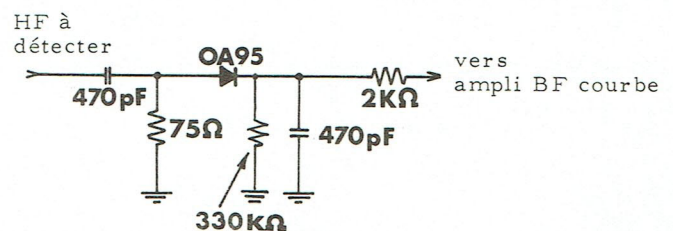

Fig 2.5
- Pour prélever le signal, on se branche généralement à la sortie de détection du récepteur. Si l'on est obligé de se brancher sur un étage intermédiaire, on utilise une sonde de détection HA 0866 qui peut supporter une tension continue élevée, fig. 2.5.